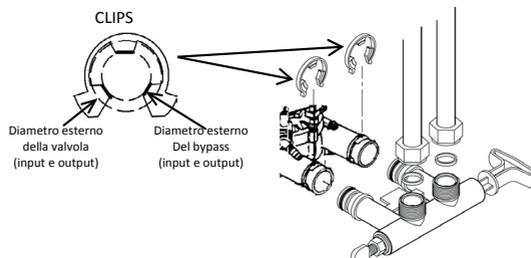

Figura 3 - Collegamento del bypass
5. Lubrificare gli o-ring con il grasso al silicone fornito (tubetto bianco) come mostrato in Figura 3.
6. Collegare il bypass alla valvola, rivolgendolo verso l'alto o verso il basso a seconda del posizionamento della rete idrica come in Figura 3.
7. Inserire le clips nella valvola di bypass come in Figura 3 assicurandosi che i 3 dentini della clip si inseriscano perfettamente nei relativi fori in ingresso (IN) ed uscita (OUT) sulla testa della valvola.
Collegare il bypass all'impianto idrico facendo riferimento alla Figura 3. Inserire i tubi flessibili nel bypass e collegarli all'impianto principale.